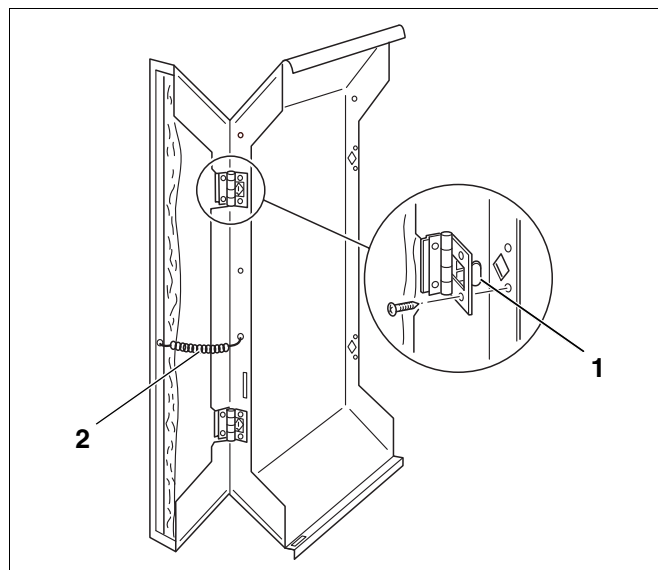

Fig. 48 Montering af sidelåger
- Hægt hængslernes kroge (Fig. 48, **pos. 1**) på sidelågen fast i udstansningen på den forreste sidekappe, og skru dem fast med pladeskruer.
- Hægt trækfjederen (Fig. 48, **pos. 2**) fast i sidekappen og i sidelågen.